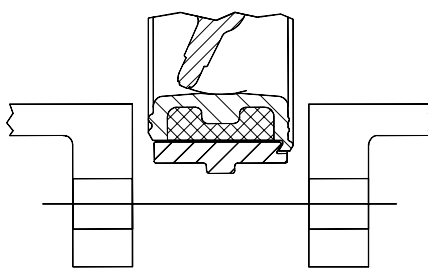

fig. 2
- All'inserimento delle valvole tra le flange, ed al successivo loro serraggio, il disco otturatore va tenuto in posizione leggermente aperta, senza per altro operare in modo che il disco stesso fuoriesca dallo scartamento valvola (fig. 2).
- while you insert the valve between the flanges and you subsequently block them, the disc must be kept in an half-open position without exceeding the valve edges (fig. 2)